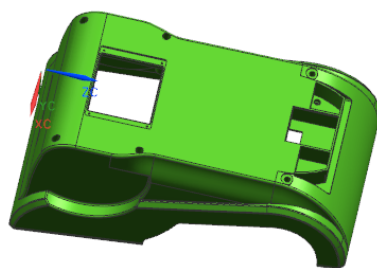

图 4-75 对产品进行边缘修补
(1) 对如图 4-75 所示的塑胶产品用【边缘修补】方法完成补片，路径及文件名... \Exercise\ch4\exercise_4_10\exercise_4_10.prt。